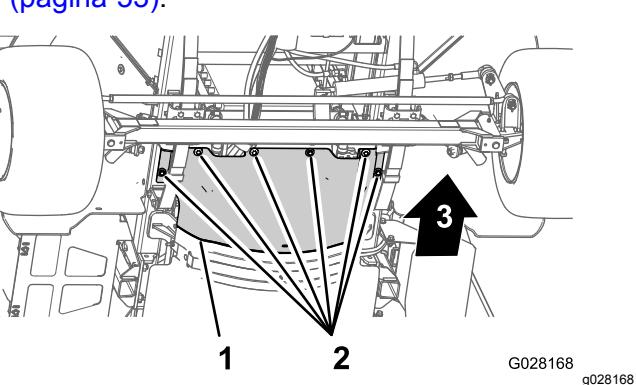

Figura 57
3. Retire los 6 pernos de cabeza hexagonal y las 6 arandelas que sujetan el protector térmico delantero al chasis, y retire el protector (Figura 57).